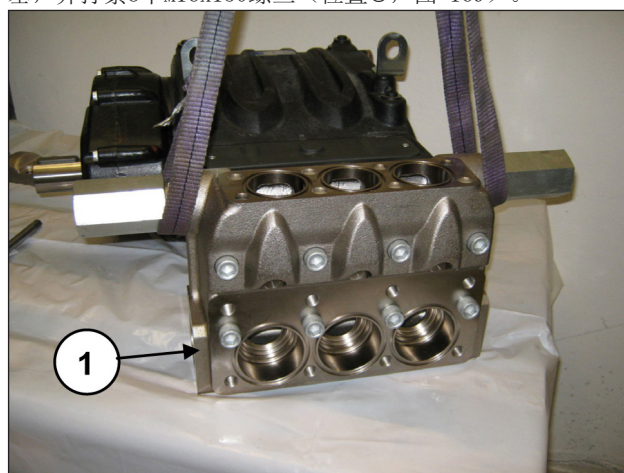
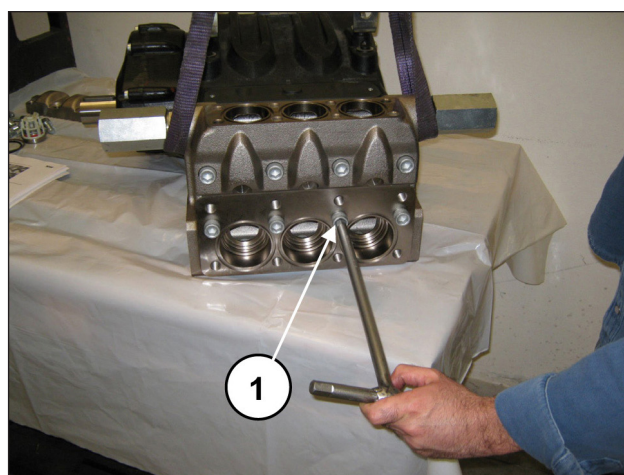

图 168
图 169
将泵头安装在泵壳(位置①，图 168)上，注意不要碰到活塞，并拧紧8个M16x150螺栓(位置②，图 169)。